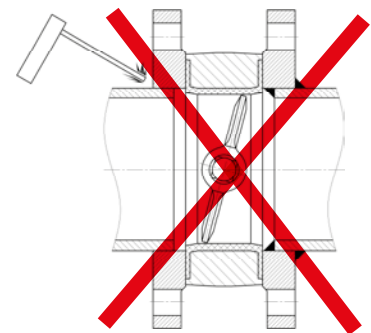

Рис. 4
4. Извлечь затвор из межфланцевого пространства. **Внимание:** категорически запрещается производить приварку фланцев к трубопроводу, когда затвор посажен между фланцами, т.к. могут иметь место повреждения уплотнительных поверхностей вкладыша. (Рис.4)